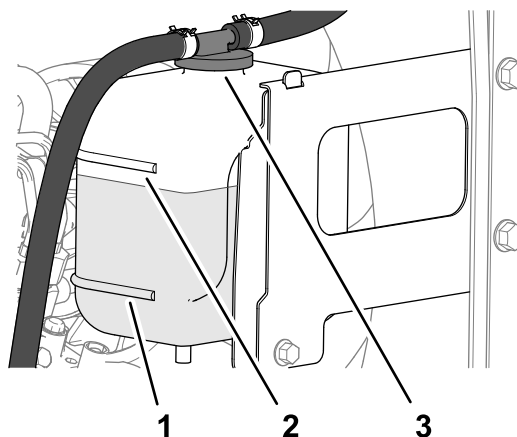

Figure 111
3. Vérifiez le niveau du liquide de refroidissement dans le vase d'expansion (Figure 111).